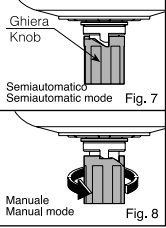

Fig. 8
**Benutzung des Kondensatableiters SS:** Wenn der Stellung ring auf Abb. 7 eingestellt ist, ist das Ablassventil halbautomatisch, mit Ablass wenn kein Druck vorhanden ist, und Schließung, wenn Druck vorhanden ist. Bei Druck erfolgt der Ablass durch Drücken des Stellings nach oben. Wenn der Stellung gegen den Uhrzeigersinn gedreht wird, erfolgt die manuelle Schließung des Hahns, sowohl wenn Druck vorhanden ist, als auch ohne Druck (Abb. 8).
**使用标准的不锈钢排水系统:** 当按钮固定在图7所示的位置时, 排水系统是半自动的, 当碗加压时排出冷凝物, 当碗减压时关闭冷凝物。当碗减压时, 推动按钮进行排水。然后, 逆时针旋转按钮, 无论碗进行加压时还是减压时 (图8) 排水阀都手动关闭。
**Использование устройства для отвода SS:** При зажимном кольце, установленном как показано на рис. 7, отвод осуществляется в полуавтоматическом режиме со сливом при отсутствии и закрытием при наличии давления. При наличии давления слив осуществляется при нажатии на зажимное кольцо с помощью кнопки. При повороте зажимного кольца против часовой стрелки происходит закрытие впускной крышки, как при наличии, так и при отсутствии давления (рис. 8).